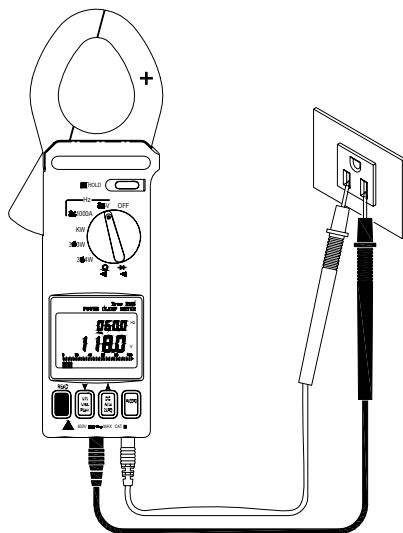

Figura 14
1. Impostare il selettore sulla posizione 'V' (consultare figura 14).